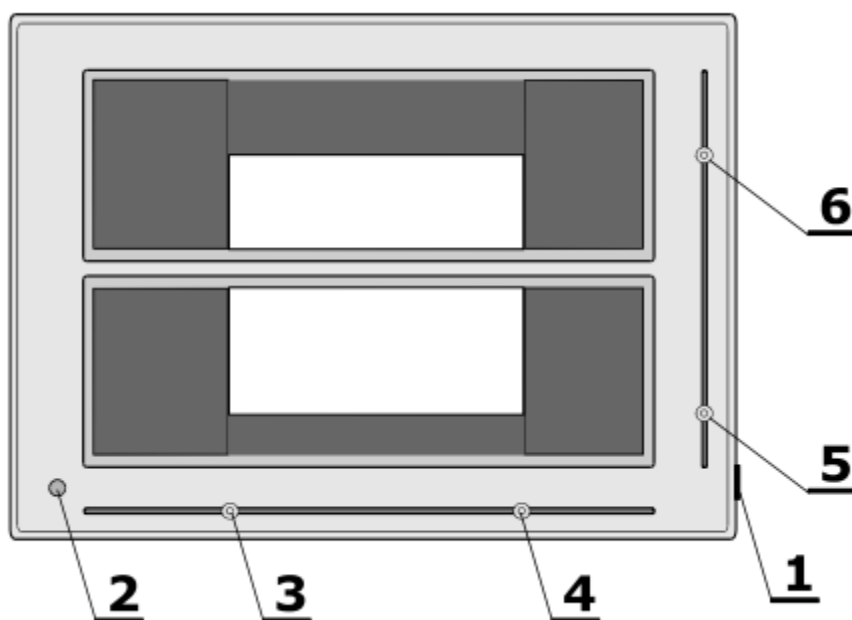

Figure 1. NGPxx mZ
- Brancher le câble électrique dans la prise du négatoscope (repère 1, figures 1 et 2)
- Allumer l'appareil avec l'interrupteur (repère 1, figures 1 et 2)
- Réglage de la luminosité de l'écran pendant l'utilisation est effectuée en tournant le bouton de réglage (repère 2, figures 1 et 2)
- La position des rideaux est réglée en déplaçant les supports (repères 3 à 6, figures 1 et 2)
- Retirer la prise de l'emplacement (repère 1, figures 1 et 2)